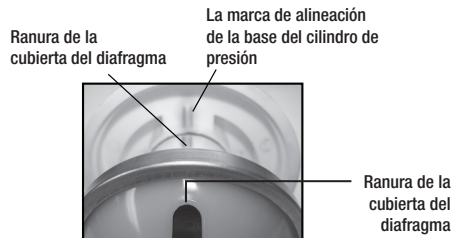

Figure 8
- 6) Alinee la marca de alineación de la bomba de diafragma con la marca de alineación de la base del cilindro de presión (fig.8). La ranura en la cubierta del diafragma también debe estar alineada.